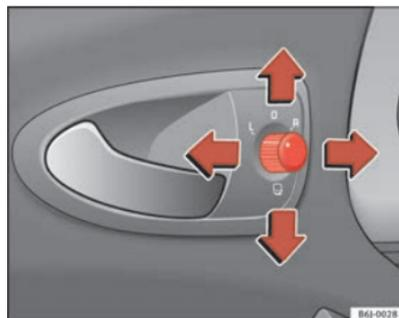

Fig. 64 Comando dos retrovisores exteriores
1. Rodar o botão giratório ⇒ fig. 64 para a posição **L** (espelho retrovisor esquerdo).
- Rodar o comando ⇒ página 105, fig. 64 até à posição  para rebater os retrovisores exteriores. Para evitar danos no veículo, deve recolher os retrovisores exteriores sempre que o veículo entre num túnel de lavagem automática.